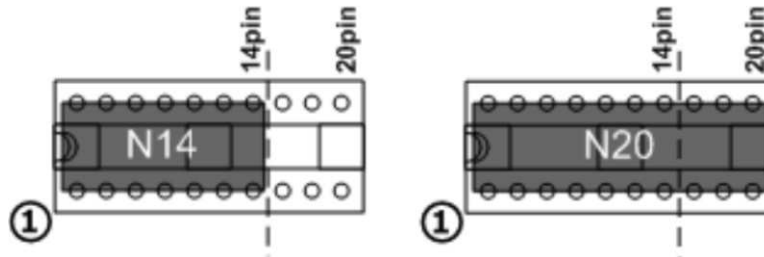

图 2. 将器件插入至目标插座
4.1 2 节 中所示的集成开发环境 (IDE) 可为整个 MSP430G2xx Value Line 提供支持。只需要将 MSPEXP430G2 LaunchPad 连接到主机 PC 的 USB 接口, 无需任何外部硬件。电源和 Spy-Bi-Wire JTAG 信号 TEST 和 RST 必须通过跳线 J3 才能使板上仿真功能与器件相连, 如 5 节节所述。现在, 可将选好的器件插入到 LaunchPad 试验板的 DIP 目标插座中 (如 图 2 所示)。请将 MSP430G2xx Value Line 的 PDIP14 和 PDIP20 器件以及 MSP430F20xx 系列器件 1 脚对应 PCB 上 1 脚位置。所支持器件的完整列表在 4.7 节节提供。